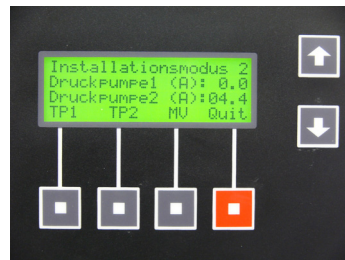

Bild 5
- Durch erneutes drücken einer beliebigen Pfeiltaste gelangen Sie in den Installationsmodus 2, Bild 5.